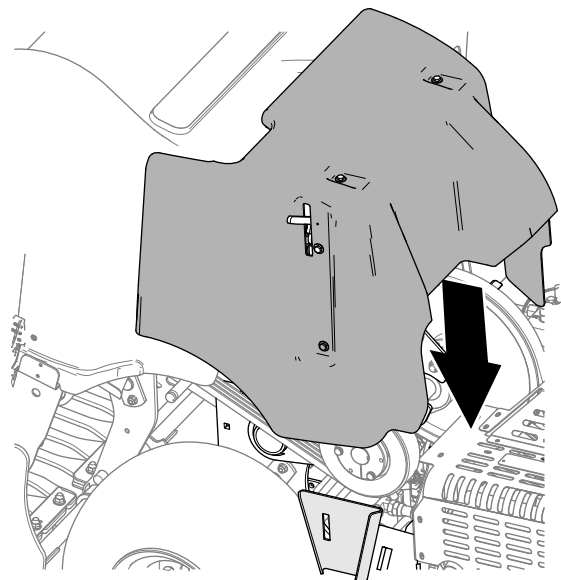

**Figure 133**
1. Alignez le support du protège-courroies sur le support de capot du cadre de la machine (Figure 133).